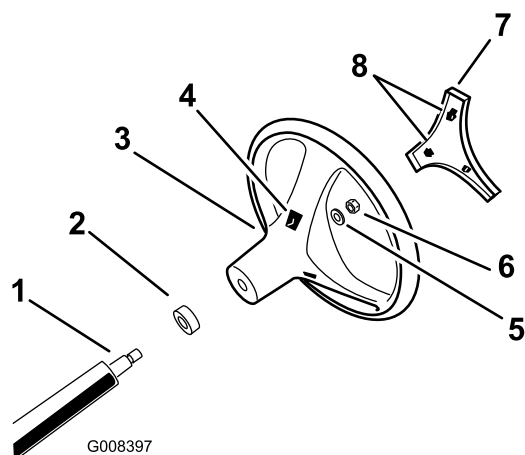

Figura 3
4. Fissate il volante sul piantone usando il dado (Figura 3). Serrate il dado a 24-30 Nm